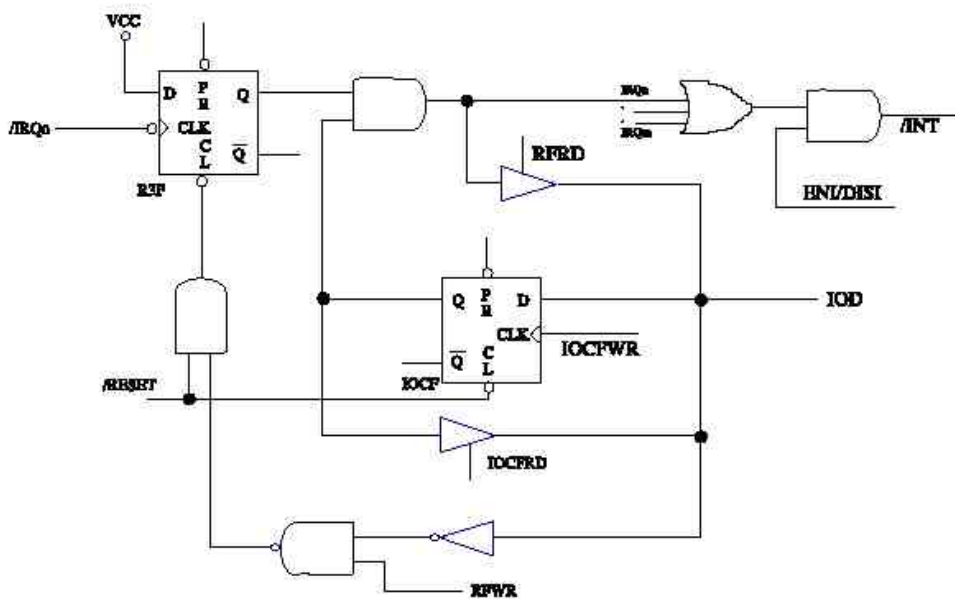

图15 中断输入电路
- 1) 输入触发，如图 15 所示。唤醒后单片机执行下条指令。在进入休眠模式 2 之前，唤醒功能的触发源（P60~P67、P74~P75、P90~P91）需要进行设置（输入状态，上拉），并使能唤醒。值得注意的是，唤醒后若代码选项寄存器 WTC 为 1，则 WDT 使能。因此，WDT 的状态在唤醒后可能需要重新设置。
不管是否允许中断, R3F 寄存器的相应位会由中断置位。读 RF 的结果是 R3F 和 IOCF 的逻辑与。参见图 15, RETI 指令结束中断子程并使能中断。